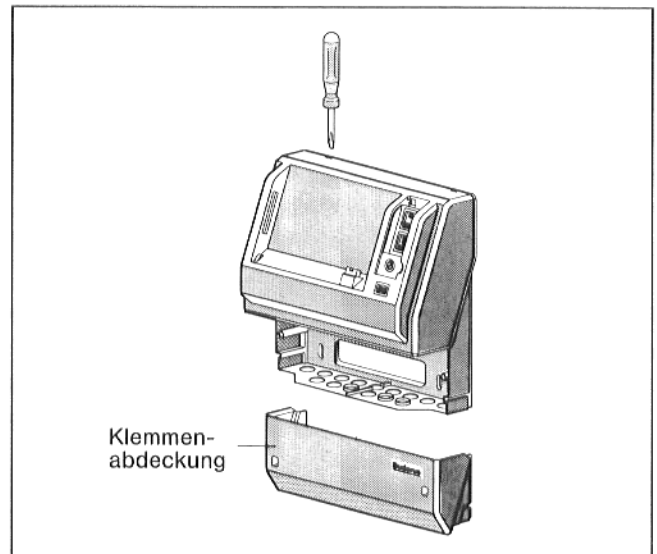

Abb. 1
- Klemmenabdeckung abnehmen (Abb. 1).
- Regelgerätoberteil abklappen – oben rechts und links befinden sich Markierungen zum Einsetzen eines Schraubendrehers (Abb. 1 u. 2).